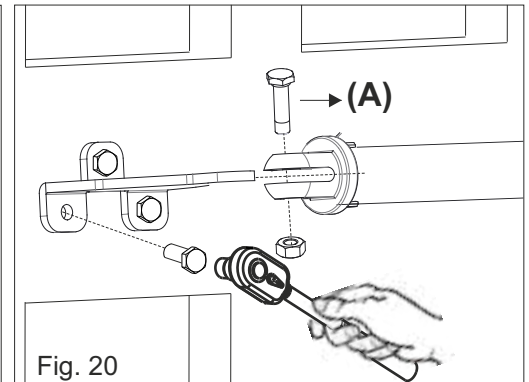

Fig. 20
- 3) Insertar el soporte delantero en el pivote de sostén del operador (Fig. 20) y apretar el tornillo (A) con un máximo de 8.5 Nm